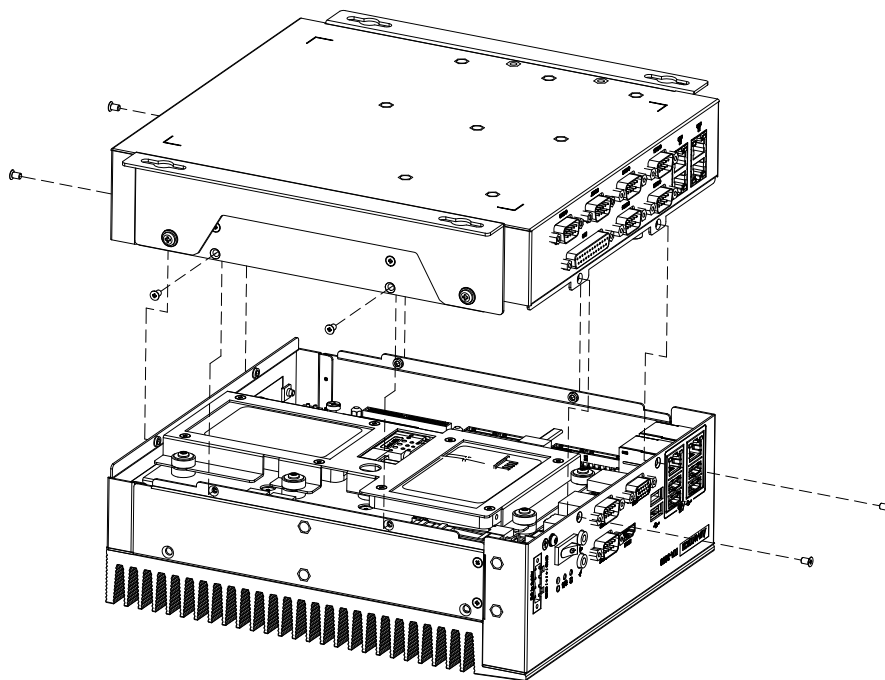

图 3.6： 安装、模组 CF 卡
2. 按照图 3.6 所示方向将 I/O 扩展模块安装回底座，再将螺丝拧紧。